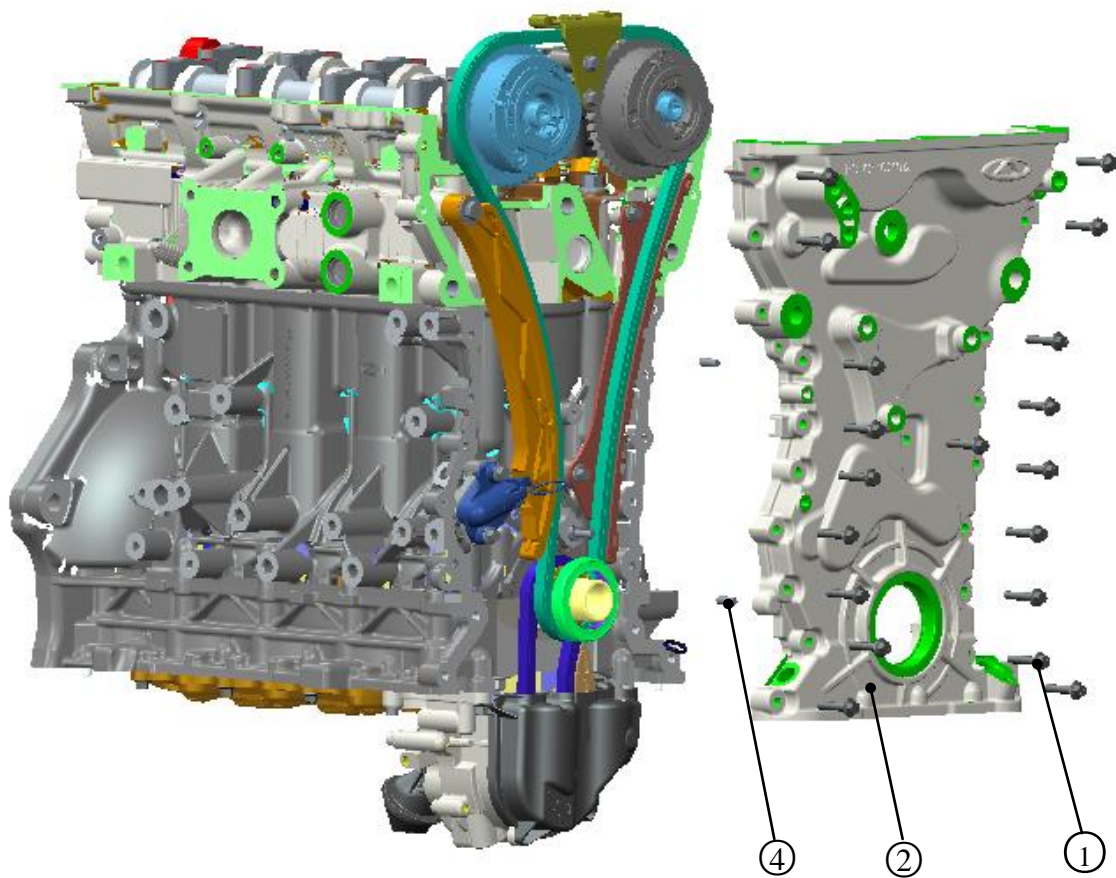

图 I-6 链轮室罩盖装配示意图
- A、将定位销④装配到缸体定位销孔内, 定位销凸出缸体前端面 $8 \pm 1\text{mm}$, 见图 I-6 所示。
- B、装配前检查链轮室罩盖②是否有毛刺, 飞边, 磕碰, 划痕等可见缺陷。
- C、清洁链轮室罩盖②密封面, 对链轮室罩盖涂胶密封面上(若能包含容胶槽则更好)、以及相匹配零件的密封面上擦拭乐泰 1455 粘接促进剂。略放置片刻, 目测检查两侧密封面上液体挥发干净。
- D、根据涂胶线轨迹(参见附图—链轮室罩盖涂胶轨迹线), 在链轮室罩盖②上进行线性涂胶, 推荐胶线直径 $\phi 2.5\text{--}4\text{mm}$ (值依据涂胶效果来定义, 由工艺确定), 涂胶线应均匀无断胶, 注意检查密封胶应涂在安装螺栓孔